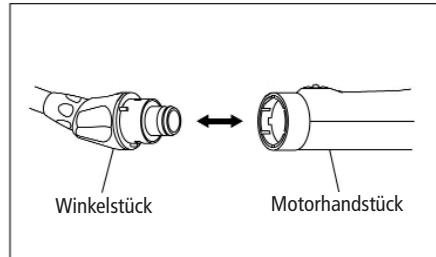

Abb. 7
(2) Auswechseln des Winkelstücks
- Der Winkelstückkopf wird durch Herausziehen in axialer Richtung wieder entfernt (Abb. 7).